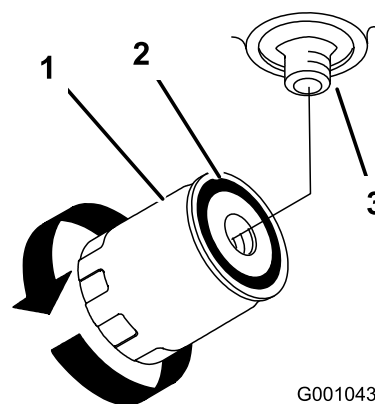

Figura 74
4. Togliete il filtro usato e tergete la superficie della guarnizione dell'adattatore del filtro (Figura 74).
7. Girate il filtro in senso orario finché la guarnizione di gomma non tocca l'adattatore, quindi serrate il filtro di un altro mezzo giro (Figura 74).